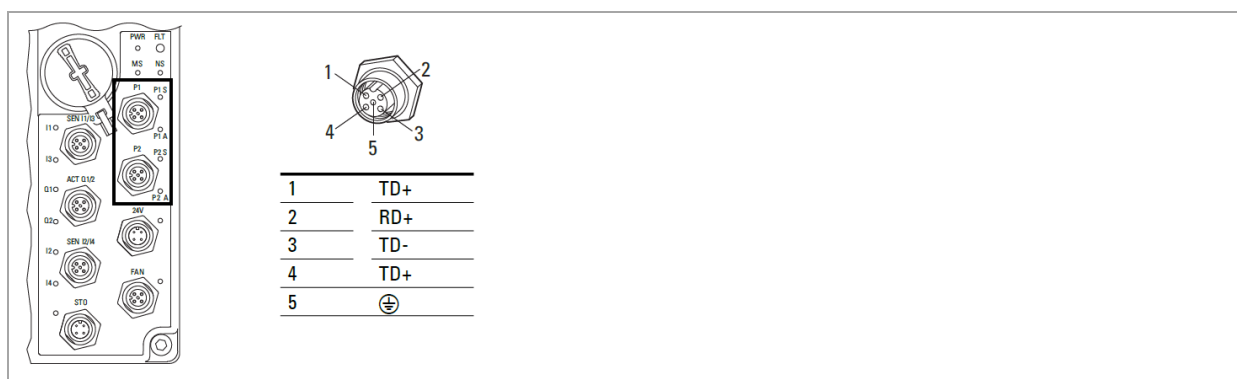

Abbildung 2: RASP5 PROFINET-Anschluss
1. Schließen Sie das Ethernet-Kabel mit M12-Steckern an den RASP5 an. Das andere Ende an das PROFINET-Netzwerk, in dem sich die SPS befindet, oder an den Switch. Abbildung 2 unten zeigt den PROFINET-Anschluss von RASP5.